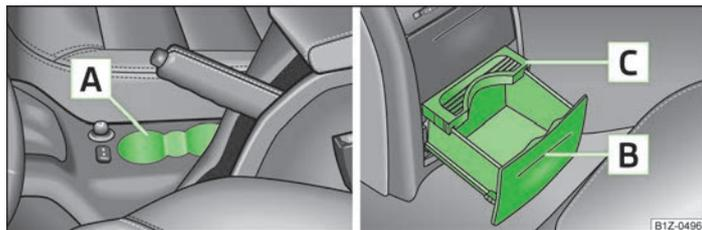

Fig. 63 Soporte de bebidas
En las cavidades se pueden colocar dos latas de bebidas  » fig. 63.
- Presionar el paramento en la zona  » fig. 63 - el soporte de bebidas saldrá hacia fuera.